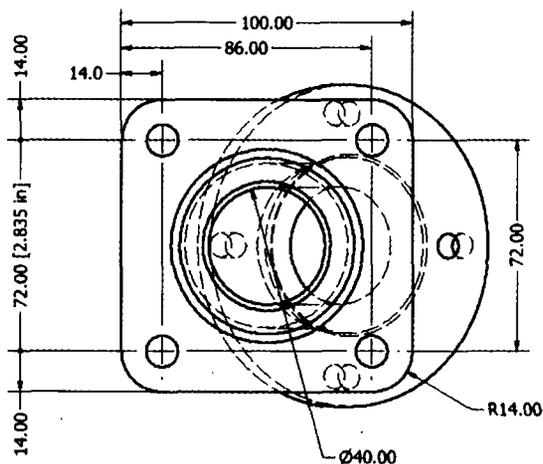

Рис. 2.28. Инструменты могут быть отредактированы после нанесения на чертеж
8. В поле точность справа откройте всплывающее меню **Основные единицы** и измените значение на **1,1**. Нажмите **ОК**. См. рис. 2.28.